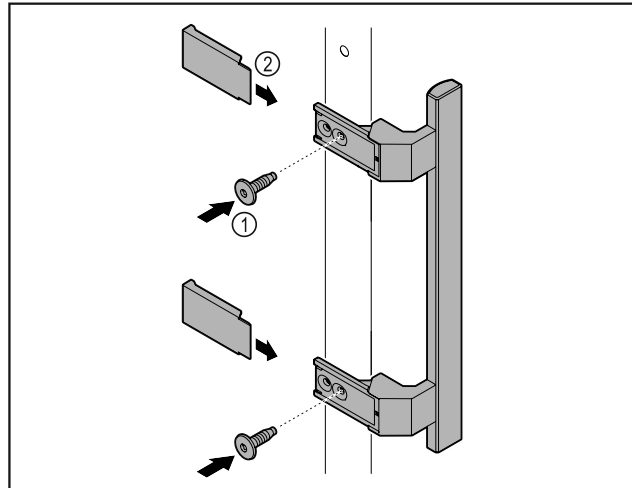

Fig. 7
- Madlo z příloženého příslušenství upevněte na dveře pomocí přiložených šroubů Fig. 7 (1).
- Nasadte kryt Fig. 7 (2).